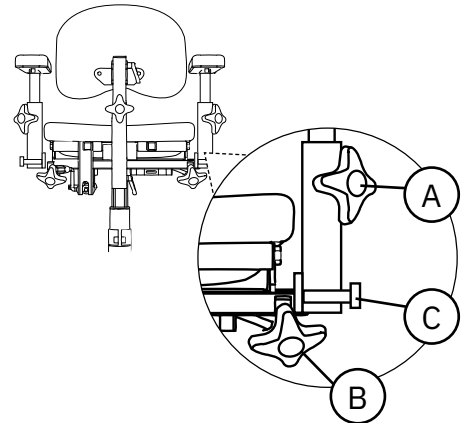

Abb. 5.49. Wegklappbare Armlehnen.
Wegklappbare Armlehnen sind in Höhe (A) und Breite (B) verstellbar und können nach hinten geklappt werden (C), siehe Abb. 5.49.